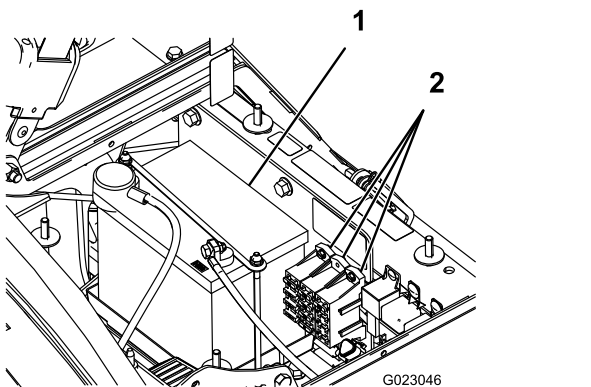

Figura 48
Există 2 blocuri de siguranțe și 1 slot gol în sistemul electric. Acestea sunt situate sub scaun (Figura 48).
2. Bateria este situată în partea dreaptă a mainii, în spatele pompei (Figura 48).
5. Scoateți opritorul bateriei și elementele de fixare (Figura 48).
2. Montai opritorul bateriei i fixai-l cu elementele de fixare pe care le-ai îndepărtat anterior (Figura 48).
4. Montai capacul Bateriei i fixai-l cu cele 2 butoane (Figura 48).
1. Slăbiți cele 2 butoane de pe laturile carcasei bateriei i îndepărtați capacul bateriei (Figura 48).